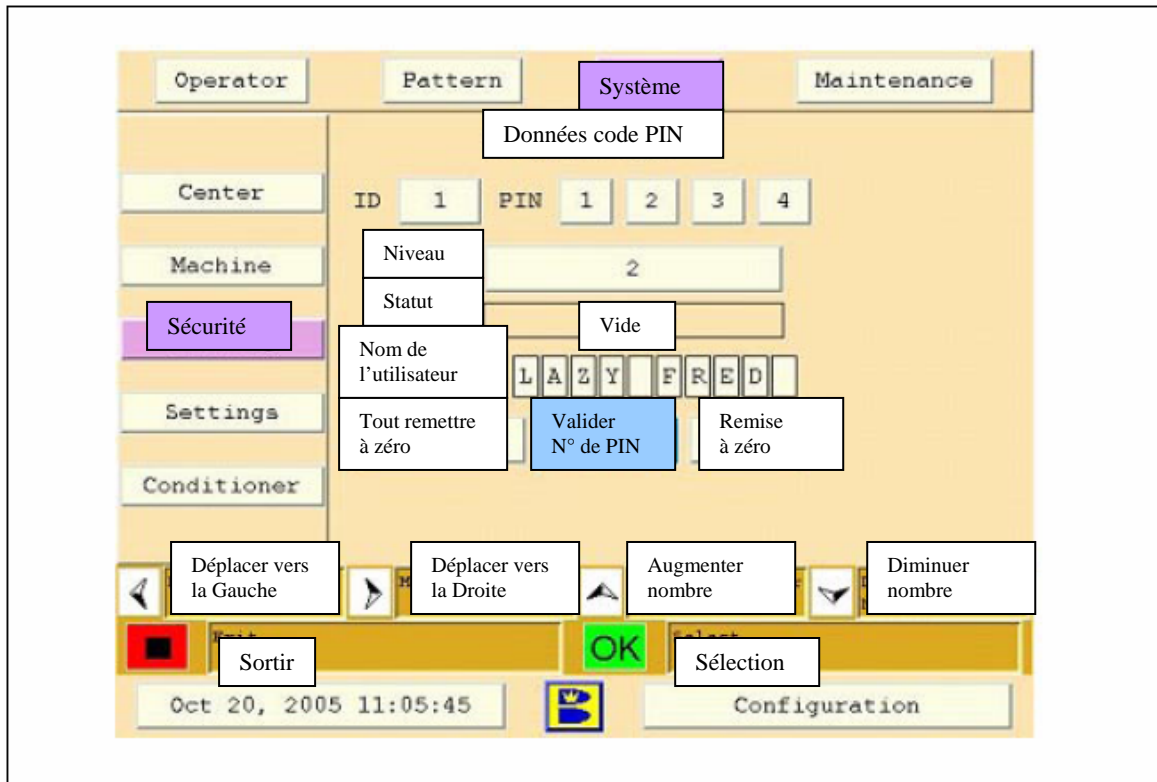

Figure 4-18. Système de sécurité
1. Allez dans le menu **Système**. Référez-vous à la Figure 4-18.